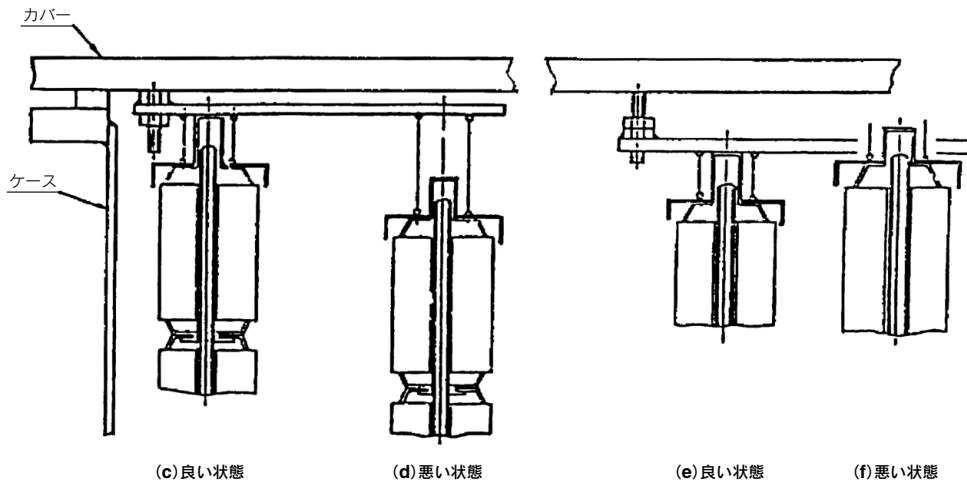

図5 締め付けた状態
- ①ELEMENT押え板を取付ける時(図5)図中に示す調整ボルト、ロックナットを用いてカバーを取付けた時【図5の(c)、(e)参照】ELEMENT押え板とELEMENTホルダが密着状態になるように調整してください。
- ②調整方法は次の方法で行ってください。
(図5の(b)に示す様にA寸法を測定して次にB寸法がA寸法に等しくなるように調整すると図5の(e)に示すような状態となりシールが完全となります。)
ロックナットは(図5の(a)および(b))に示すようにジョイントを用いているものは下に、用いてないものは上にセットしてください。